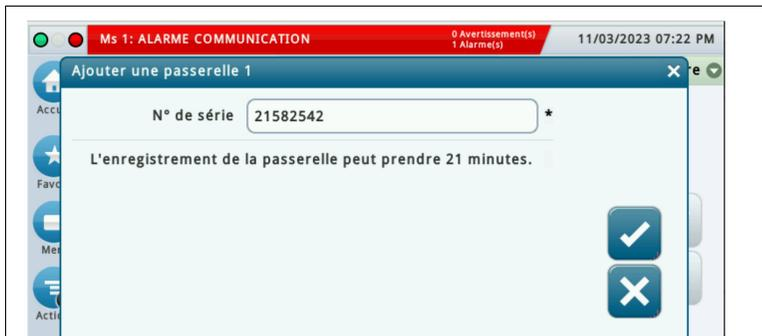

Figure 18. Saisie du numéro de série de la passerelle
- Entrez le numéro de série de la passerelle (voir l'exemple à la Figure 18), puis cliquez sur le bouton  pour enregistrer.
Le processus d'enregistrement de la passerelle peut prendre jusqu'à 6 minutes entre le moment où la passerelle est mise sous tension à l'étape 11 et le moment où « Enregistrement effectué » apparaît sur l'écran de réglage de la passerelle, comme illustré à la Figure 19. Quinze minutes sont allouées pour réaliser les étapes 6 à 10. La fenêtre contextuelle Ajouter une passerelle illustrée à la Figure 18 indique que l'enregistrement de la passerelle peut prendre jusqu'à 21 minutes.